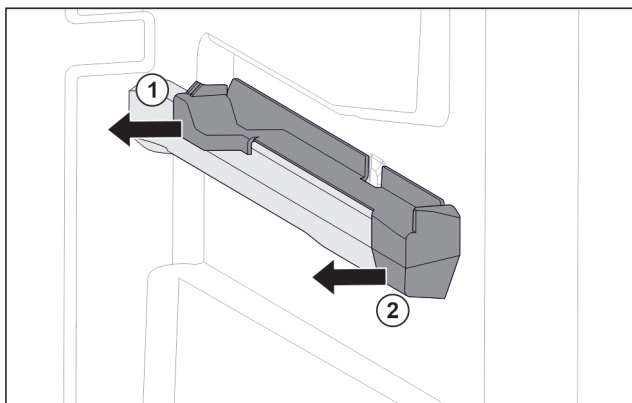

Fig. 31 Elemento inseribile sulla nervatura destra del contenitore
- Estrarre l'elemento inseribile dal lato posteriore di lato. Fig. 31 (1)
- Estrarre l'elemento inseribile dal lato anteriore di lato. Fig. 31 (2)